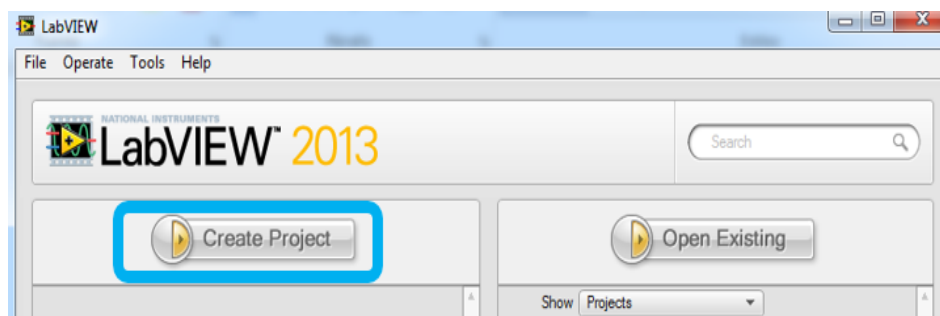
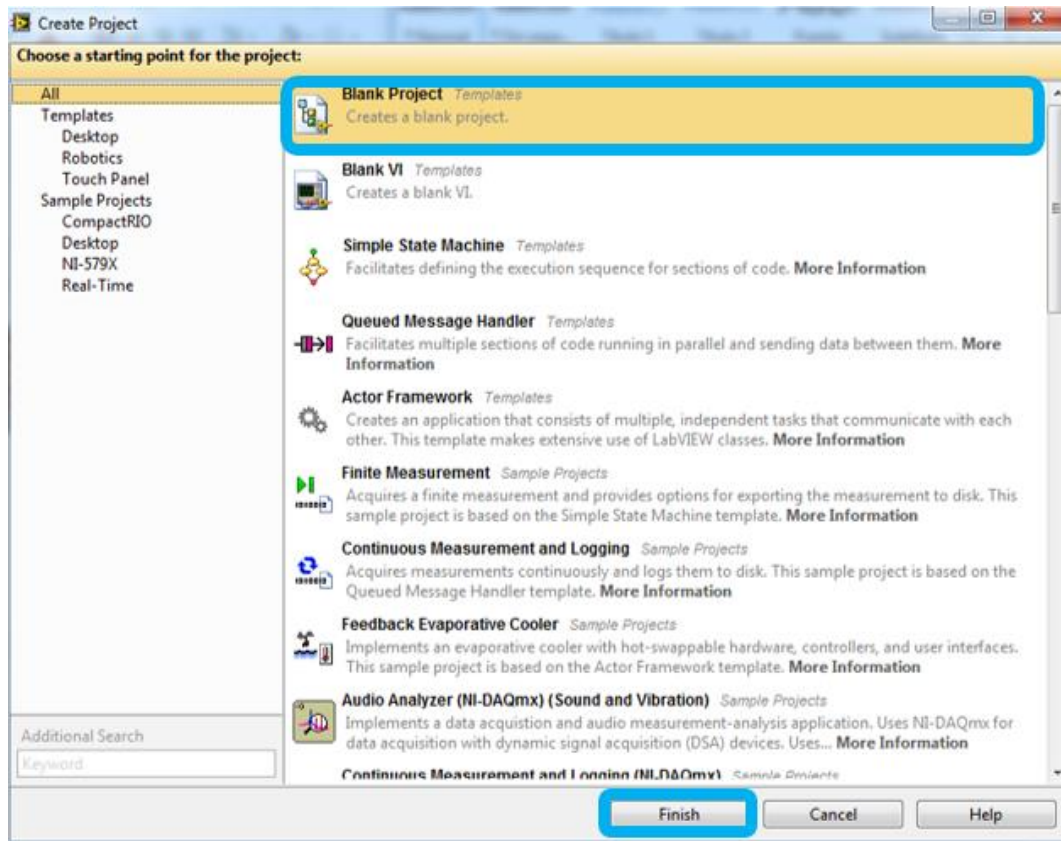

Figura 2.77: Crear un nuevo proyecto en LabView.
Figura 2.78: Crear un proyecto en blanco en LabView.
2. Dar clic en crear un nuevo proyecto como se indica en la figura 2.77, se despliega una nueva ventana ahí elegir proyecto en blanco como indica en la figura 2.78 y dar clic en finalizar.